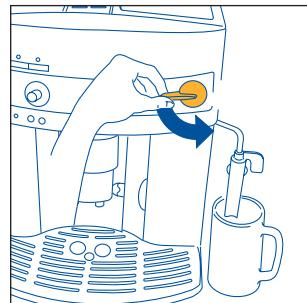

Fig. 5
3. **MED ÉN GANG ETTERPÅ, INNEN 30 SEKUNDER**, vri dampbryteren mot urviserne helt til den stanser (fig. 5) (det er helt vanlig at maskinen bråker når du gjør dette).
- Vri dampbryteren en halv gang mot urviserne helt til den stanser (fig. 5): Det vil nå komme varmt vann ut av cappuccinomaskinen som samles opp i beholderen under.
- Med én gang etterpå og innen maks. to minutter** (ellers går maskinen automatisk tilbake til kaffefunksjonen), senk cappuccinomaskinen ned i melkebeholderen (fig 23). Pass på ikke å dyppe avlesningslinjen på selve cappuccinomaskinen (angitt av pilen i fig. 24 ned i melken). Vri dampbryteren en halv gang mot urviserne helt til den stanser (fig. 5). (Pass på at du ikke brenner deg). Det kommer nå damp ut fra cappuccinomaskinen som gir melken et kremaktig utseende og gjør den større i volum. For å få mer kremaktig skum, senk cappuccinomaskinen ned i melken og la beholderen dreie med sakte bevegelser nedenfra og oppover (det anbefales å ikke bruke dampfunksjonen i mer enn 2 minutter om gangen).
- Slipp ut litt damp i noen sekunder ved å vri dampbryteren mot urviseren helt til den stanser (fig. 5). Når du gjør dette vil røret